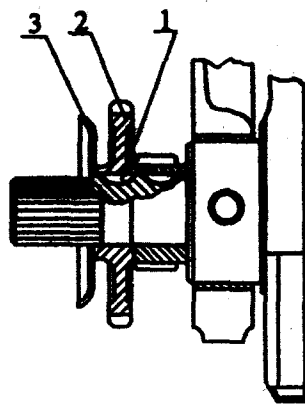

Рис. 14. Установка шестерни привода масляного насоса и маслоотражателя
6. Установить сегментную шпонку 1 (рис. 14) в шпоночную канавку коленчатого вала. Напрессовать ведущую шестерню 2 привода масляного насоса.